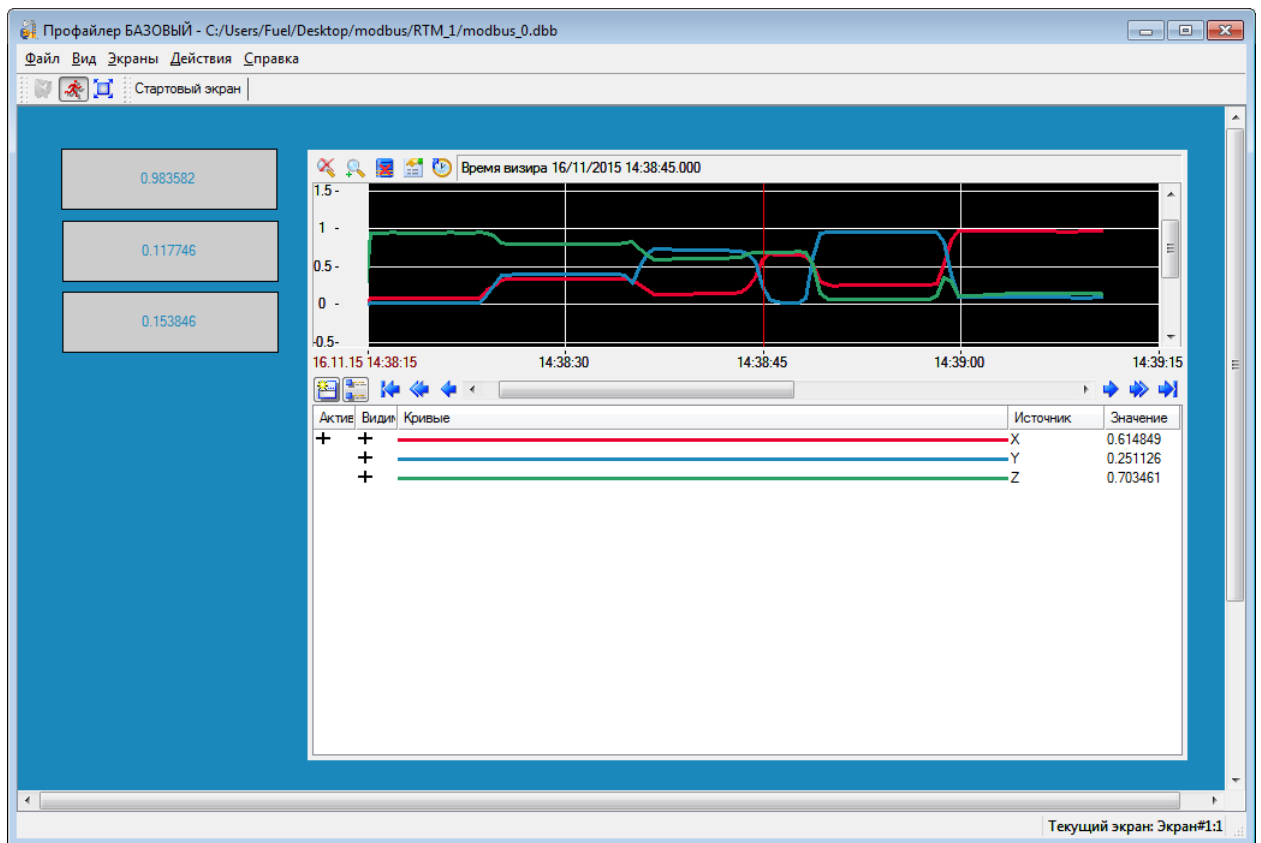

Рис. 12
- 5) Сохраняем проект на жесткий диск и для монитора реального времени. Запускаем профайлер. Результат работы отображен на рис. 12 (в процессе записи тренда датчику меняли положение в пространстве)